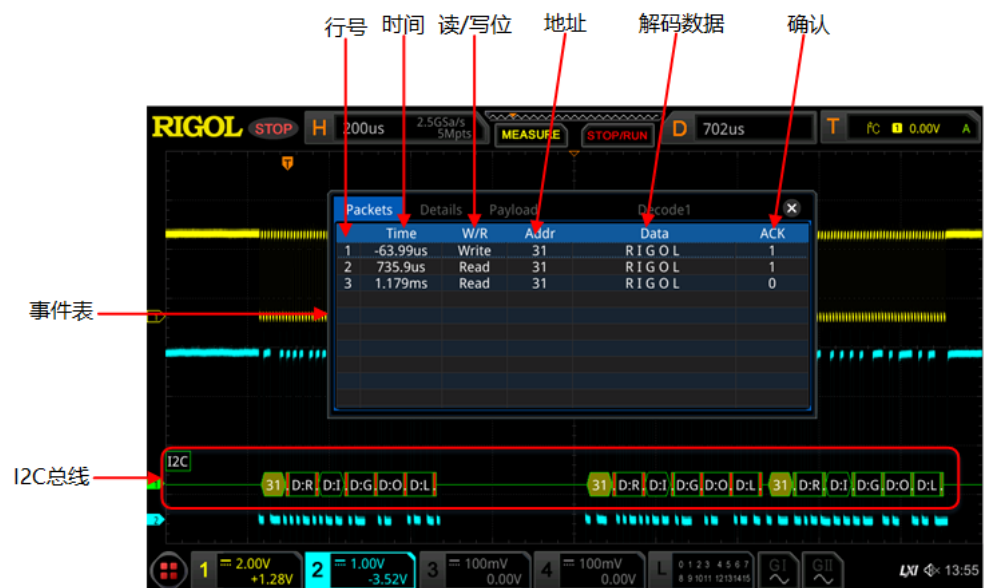

图 15.6 I2C 解码事件表
- 打开或关闭事件表：连续按 **事件表** 键，打开或关闭事件表显示。打开事件表，屏幕弹出如图 15.6 所示的事件表。您也可以使用触摸屏功能触摸事件表右上方的图标  关闭事件表功能。